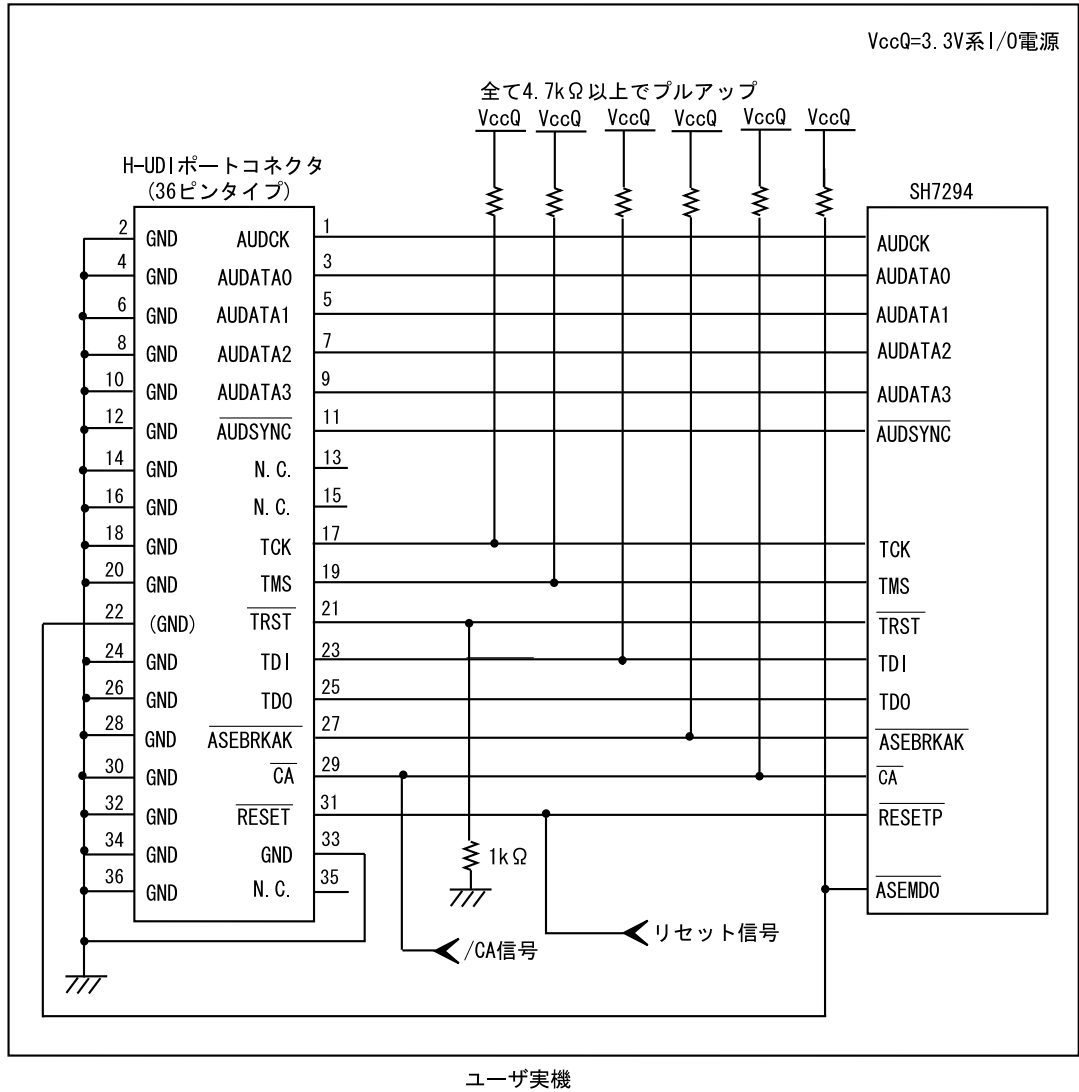

図 1.4 E10A-USB 使用時の H-UDI ポートコネクタ - チップ間の推奨接続例
E10A-USB エミュレータ使用時の H-UDI ポートコネクタ(36 ピンタイプ)とチップ間の推奨接続例を図 1.3、図 1.4 に示します。
9. E10A-USB エミュレータのスイッチ(SW2=0, SW3=0 側)を切り替えることにより 29pin を /CA 端子として使用することができます。本設定では、UVCC 端子にユーザ電源を供給できませんので、ユーザインタフェースの I/O 電圧は 3.3V 固定となります。このとき、15pin は N.C.(オープン)としてください。(図 1.4 参照)
- 図 1.4 推奨接続例で回路を組んだ場合の E10A-USB エミュレータのスイッチ設定: SW2=0, SW3=0